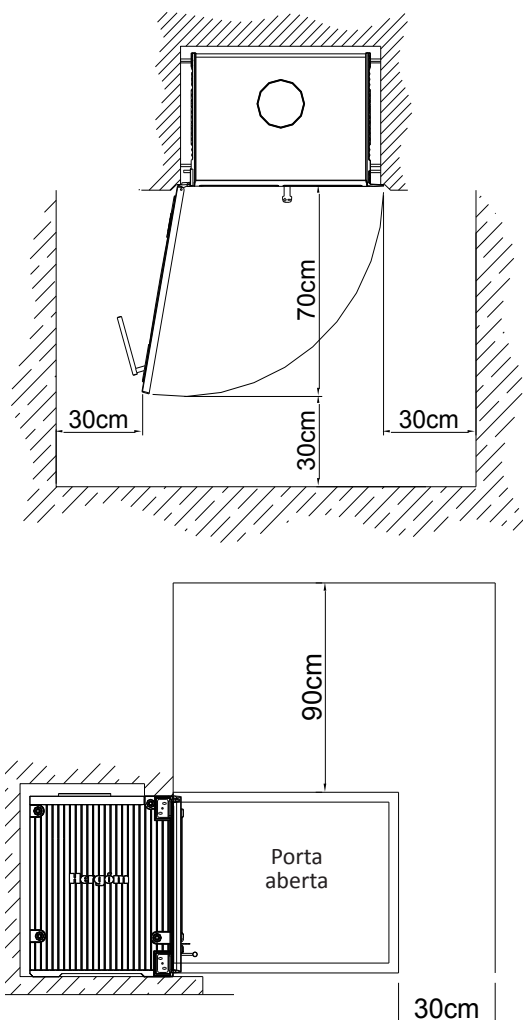

FIG. 9
- Mantenha afastado qualquer material combustível (móveis, cortinas, roupa, etc.), a uma distância mínima de segurança de 0,90 m. (Fig. 9)